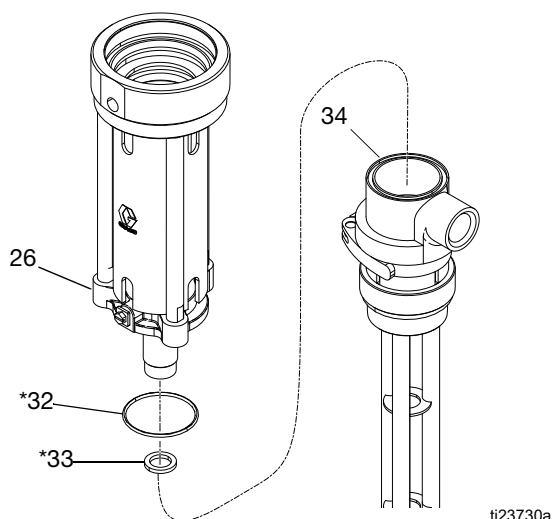

Рис. 23
12. Открутите крепежный фланец (26) от корпуса насоса (34). Снимите уплотнительное кольцо (32*) и шайбу из тефлона (33*) с корпуса насоса (34). Осмотрите все детали на наличие повреждений. См. Рис. 23.